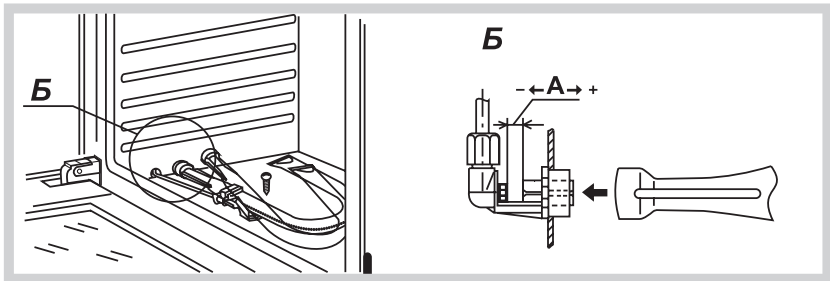

Рис.9
- Выкрутить шуруп и достать горелку из корпуса сопла (рис. 9).